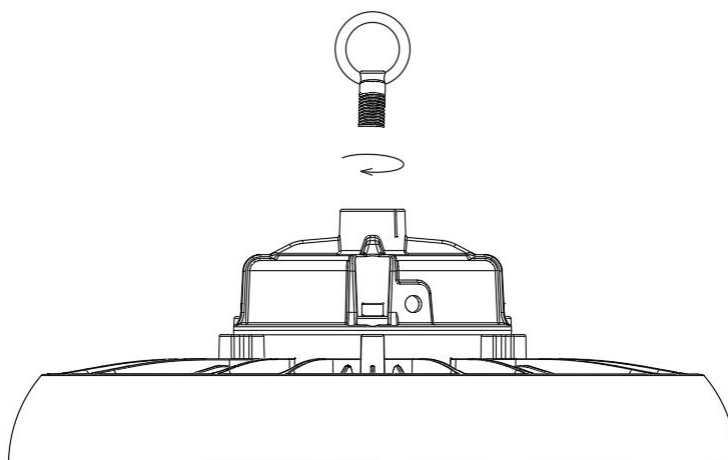

Рис.1
6.6.2 Установить рым-болт на верхней части светильника согласно Рис. 1. Закрепить светильник с рым-болтом на монтажный подвес (не входит в комплект поставки).